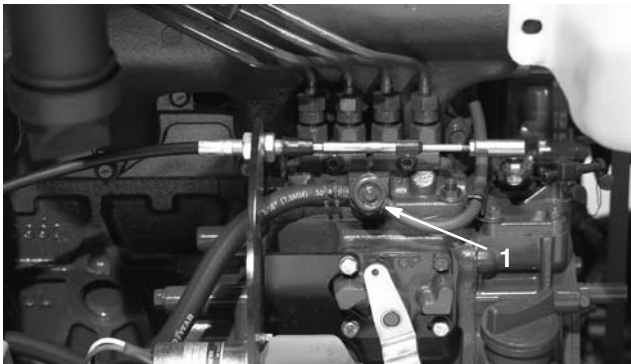

Figure 27
3. Desserrez complètement la vis de purge sur la pompe d'injection (Fig. 27).